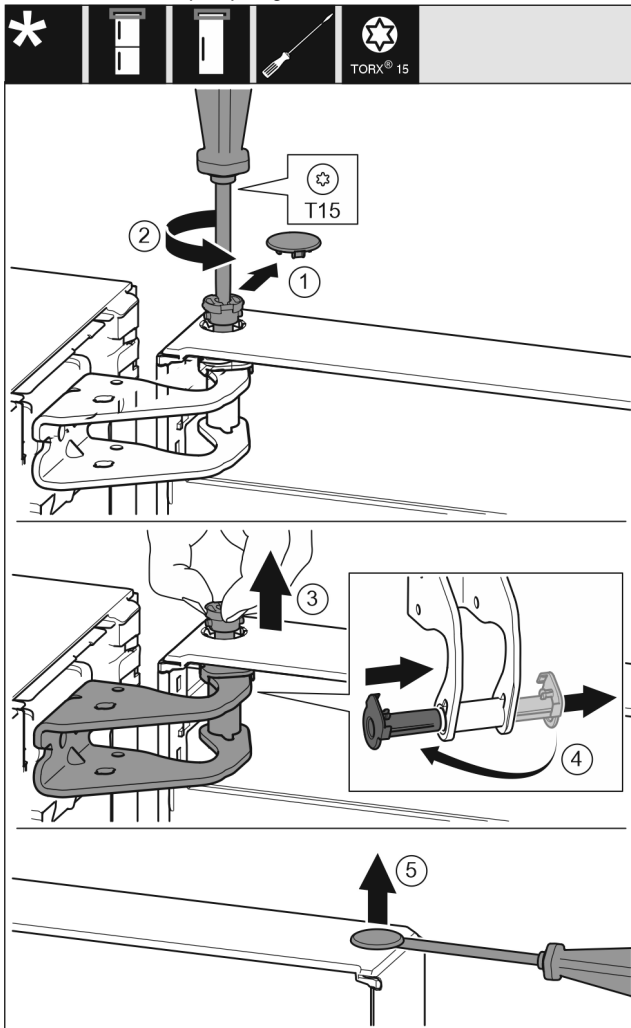

Fig. 10
- ▶ Осторожно снимите предохранительную крышку. *Fig. 10 (1)*
- ▶ Немного выкрутите палец отверткой T15. *Fig. 10 (2)*
- ▶ Удерживая дверь, извлеките палец вручную. *Fig. 10 (3)*
- ▶ Опорную втулку вытяните из направляющей. Установите и зафиксируйте с другой стороны. *Fig. 10 (4)*
- ▶ Осторожно приподнимите и извлеките при помощи шлицевой отвёртки заглушку из опорной втулки двери. *Fig. 10 (5)*